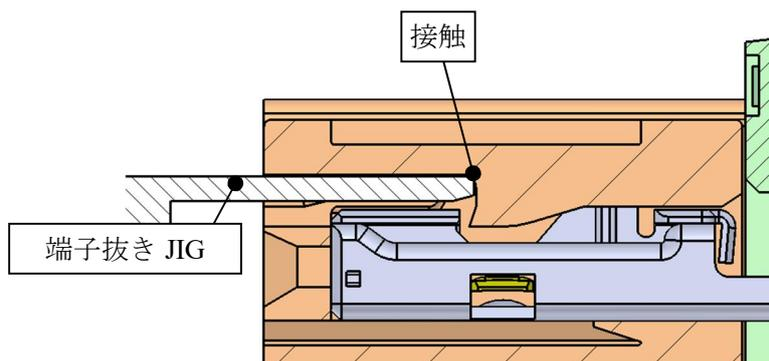
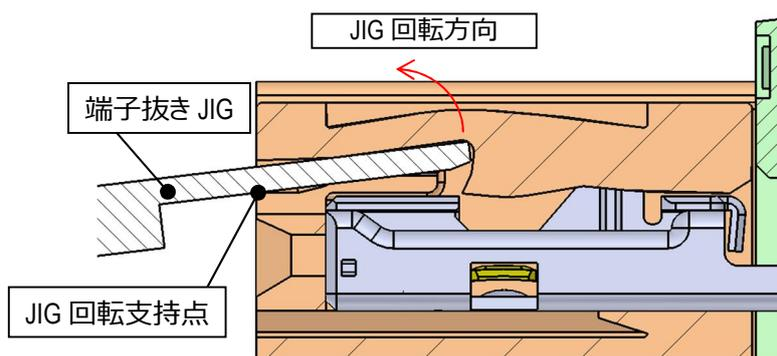

図 33. 抜き JIG が樹脂ランスに突き当たる位置
図 34. 端子抜き JIG 使用イメージ
- ③図 33 のように端子抜き JIG 先端が樹脂ランス先端に突き当たったら引き抜き JIG を図 34 の方向に天井に当たるまで軽く回転させ、樹脂ランスを持ち上げます。その状態を維持したまま、端子の電線を水平に引張して下さい。
- ④端子引き抜き途中で、抜きにくさを感じた場合、無理に引き抜こうとせず、引抜き JIG の挿入位置・深さは適切か等確認の上、再度最初から作業を実施して下さい。